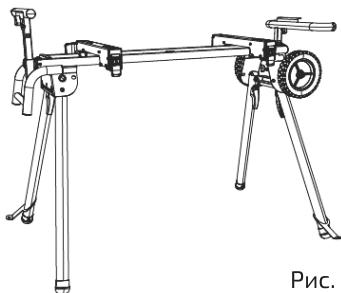

Рис. 8
2. Вставить другую анкерную пластину в диагональную ножку, как показано на рис. 8. Прикрепить анкерную пластину к поверхности тем же способом.